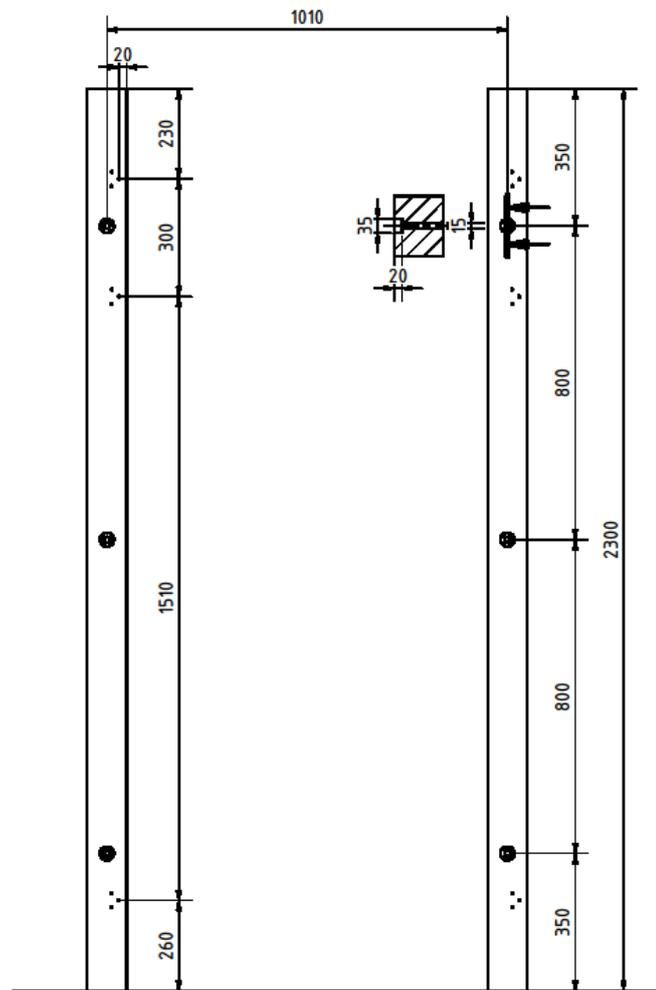
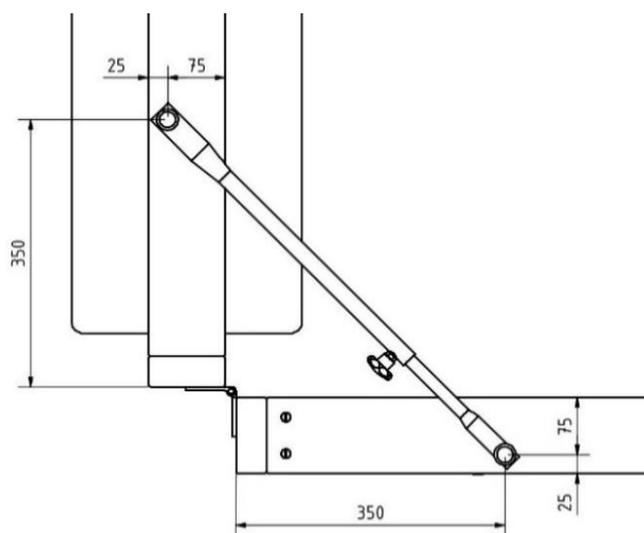

Abb. 3: Maße für die Bohrungen zur Montage der Wandbalken
Abb. 4: Bohrmaße der Teleskopstange
Um das Kletterhaus mit seinen Kletter-Einzelementen ① aufzubauen, befestigen Sie zu Beginn die Wandbalken ⑬ an der Wand. Überprüfen Sie dafür zunächst die Wand auf mögliche Hindernisse, wie z.B. Rohre oder elektrische Leitungen. Sind keine störenden Objekte vorhanden, werden die Bohrungsmaße aus Abbildung 3 empfohlen.
Für die Montage verwenden Sie die Sechskant-Holzschrauben ⑫, die Scheiben ⑱ und die Kunststoffdübel ②. Die Maße für die Bohrungen mit  $\varnothing$  14 mm in der Wand können Sie aus Abb. 3 entnehmen. Setzen Sie daraufhin die Bohrungen in den oberen Wangen der zwei linken Einzelemente für die Teleskopstange (Abb. 4).